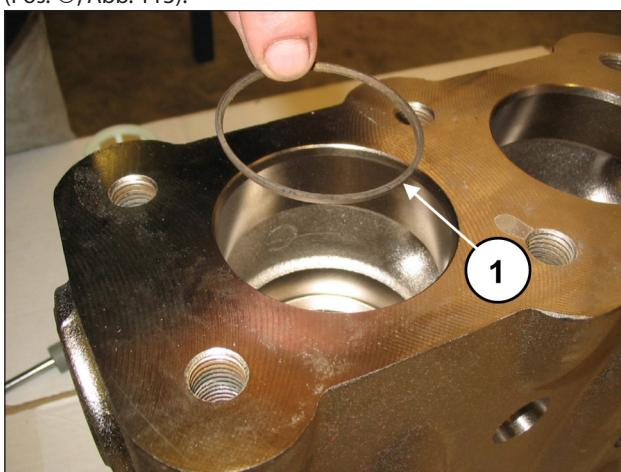

Abb. 113
Setzen Sie den Stützring ein, Pos. 5 Explosionszeichnung (Pos. ①, Abb. 113).